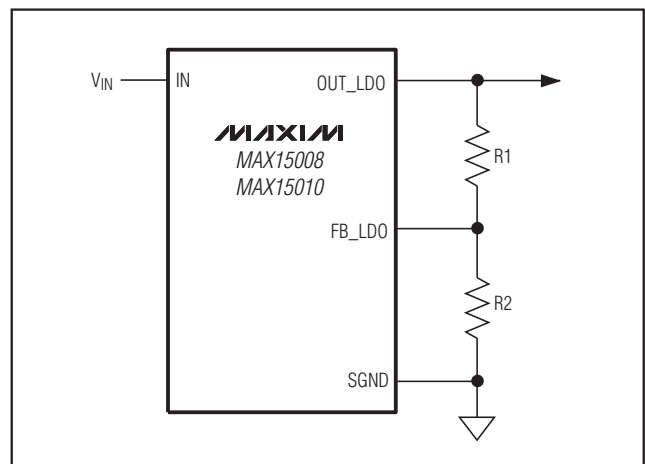

図3. LDOの出力電圧の設定
1.8V~11Vの範囲で調節可能な出力を選択するには、2個の外付け抵抗を使用して、分圧器の形でFB_LDOに接続します(図3)。次式を使用して出力電圧を設定してください。